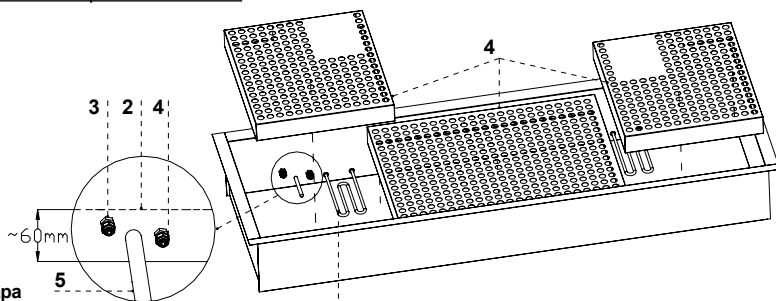

Рис.9 Ванна бемеара
- Ванну бемара залить соответствующим количеством чистой воды Рис.9 /2 (стр.26)
- В ванне бемара поместить кожухи грелок Рис.9/1 (стр.26)